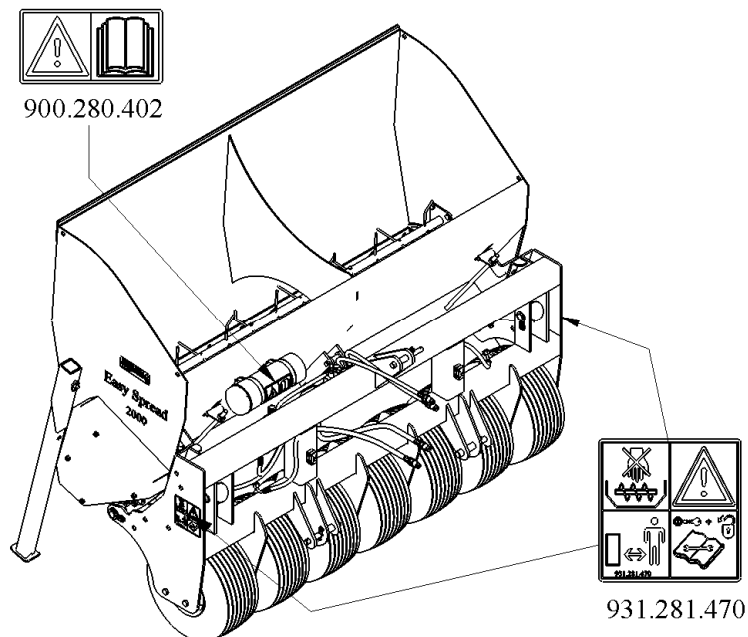

Fig. 5
Aan weerszijden van de Easy Spread is op het zijbord een veiligheidssticker (Fig. 5) met een gelijklopende betekenis aanwezig. Deze veiligheidssticker moet altijd goed zichtbaar en leesbaar zijn en moet, wanneer deze beschadigd is, worden vervangen.
- (7) Plaatsing veiligheidsstickers. (Fig 5.)